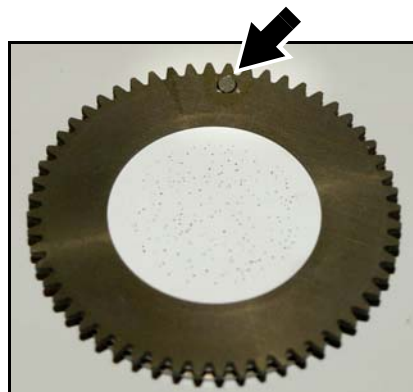

Figure 20: Aimant d'un porte gobo
5. Voir Figure 20. Tournez le porte gobo jusqu'à ce que l'aimant (fléché ci-contre) soit aligné avec un point de référence que vous choisirez sur le châssis du module. Alignez systématiquement chaque gobo que vous démontez avec ce repère et évitez de tourner la roue de gobo pendant le démontage du gobo. Ceci vous permettra de garder les gobos dans l'orientation d'origine et vous évitera de reprogrammer les lumières parce qu'un gobo a changé d'orientation après la maintenance.